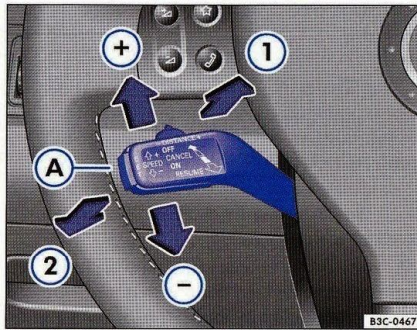
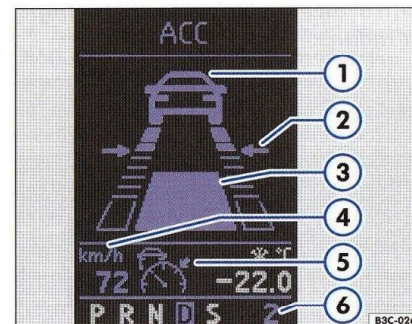

Fig. 25 Elemente de comandă ale sistemului de reglare automată a distanței.
Fig. 28 Reglarea distanței activă: autovehiculul recunoscut, distanță reglată.
– Trageți maneta în direcția ⇒ fig. 25 ①, până se fixează, pentru a activa sistemul. Când ACC este activat, în tabloul de instrumente se aprinde lampa de control . Pe display se afișează viteza memorată și statutul sistemului de reglare a distanței ⇒ pagina 35, fig. 28".
– Apăsăți ușor maneta până la prima treaptă, în direcția săgeții ⇒ fig. 25 ② [CANCEL].
Viteza memorată este afișată pe display cu cifre mari ⇒ pagina 35, fig. 28" ⑤.
Afișaje pe display ⇒ fig. 28: